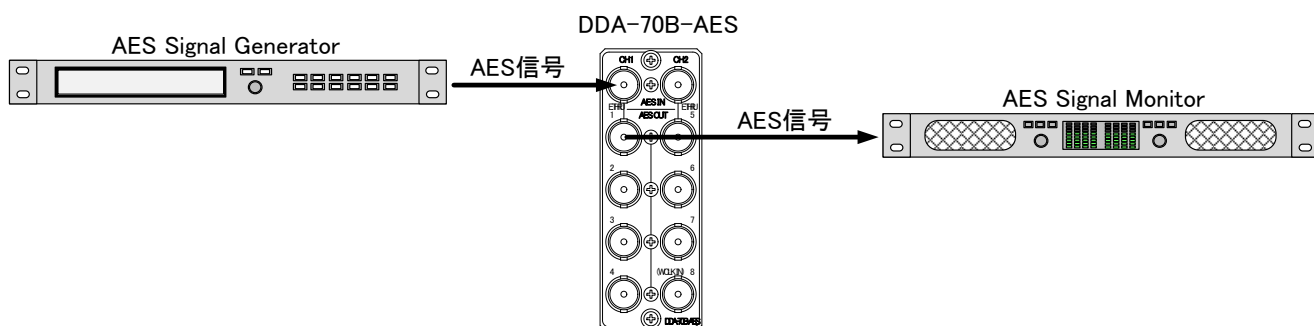

図2.4.1 基本動作チェック
- (1) 「図2.4.1基本動作チェック」に従い、機器を接続し筐体の電源をONにします。
- (2) 本体正面にある、“AES LOCK”ランプが緑色点灯することを確認します。
- (3) AES Signal Monitorから音声が正しく再生されることを確認します。